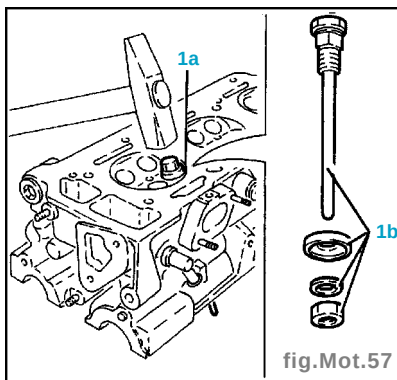

fig. Mot.57
- Chauffer la culasse à **100-120°C**, puis monter les sièges des soupapes (1a) à l'aide des instruments requis (1b) (fig. Mot. 57).